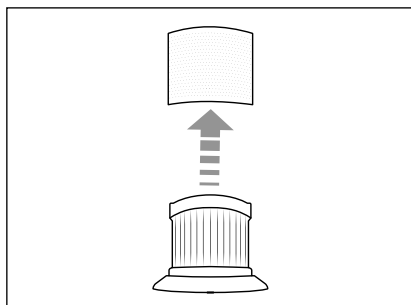

Abb. 12
- 3) Ziehen Sie den Edelstahlfilter **6** vom EPA-Filter **5** ab (siehe Abb. 12).